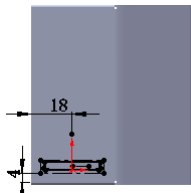

图 9.42 编辑草图
(4) 编辑草图，如图 9.42 所示。退出草图环境，完成成形特征 1 的创作。